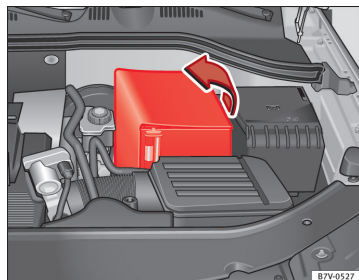

Fig. 176 I motorrummet: Sådan klappes manchetten til bilens batteri op.
- *I tilfælde af en manchete:* Klap afdækningen til siden og væk ⇒ Fig. 176.